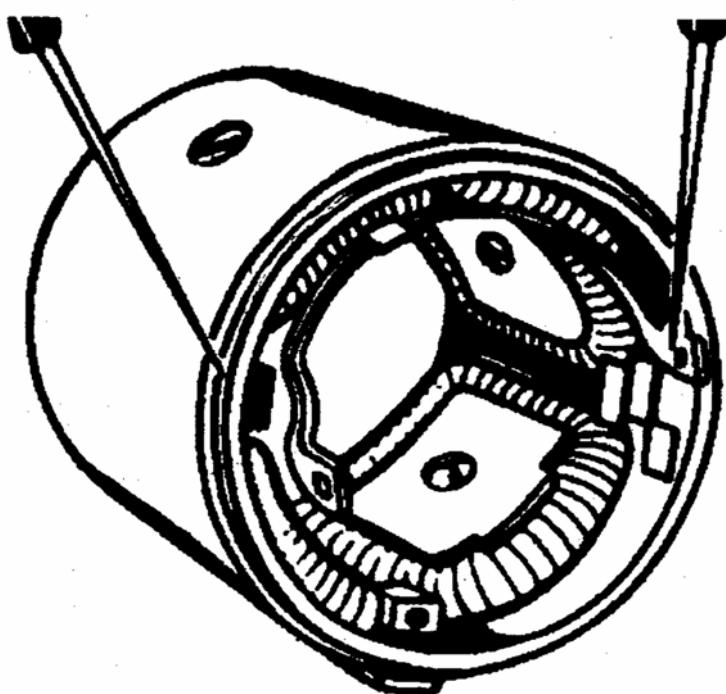

Рис. 6.18 Проверка катушек возбуждения стартера на короткое замыкание с корпусом
**Корпус.** С помощью ампервольтметра проверить отсутствие короткого замыкания катушек возбуждения на корпус (рис. 6.18). Для этого необходимо щупами прибора коснуться общего вывода обмоток